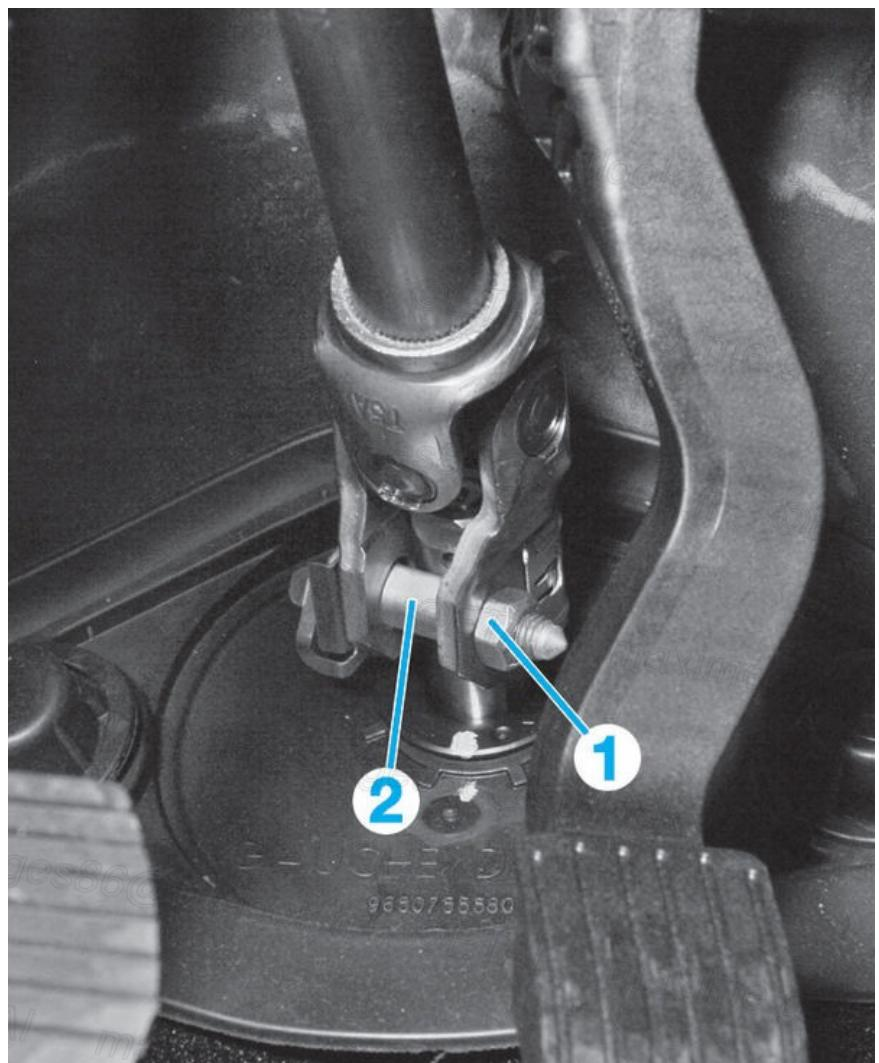

Fig.4
- Déposer l'écrou (1) puis dégager la vis (2) du clip de sécurité (Fig.4) (/media/RTA/RTA_714/RTA714A-006-004X.jpg).